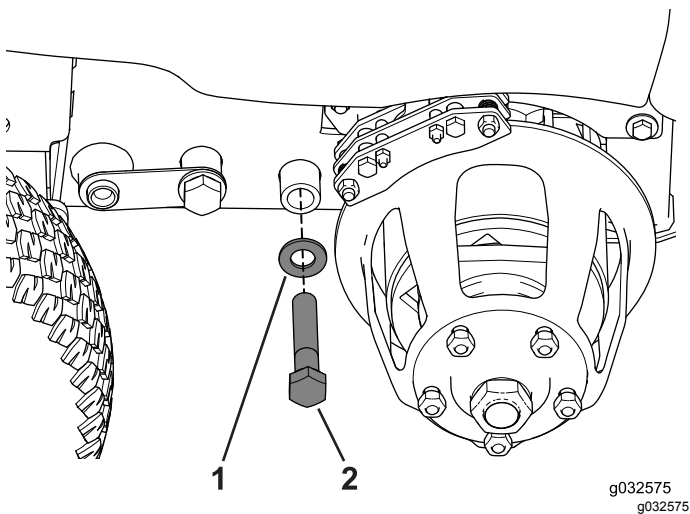

Figura 77
4. Instale o parafuso ($\frac{3}{4}$ pol. x 4 pol.), conforme indicado na Figura 77.